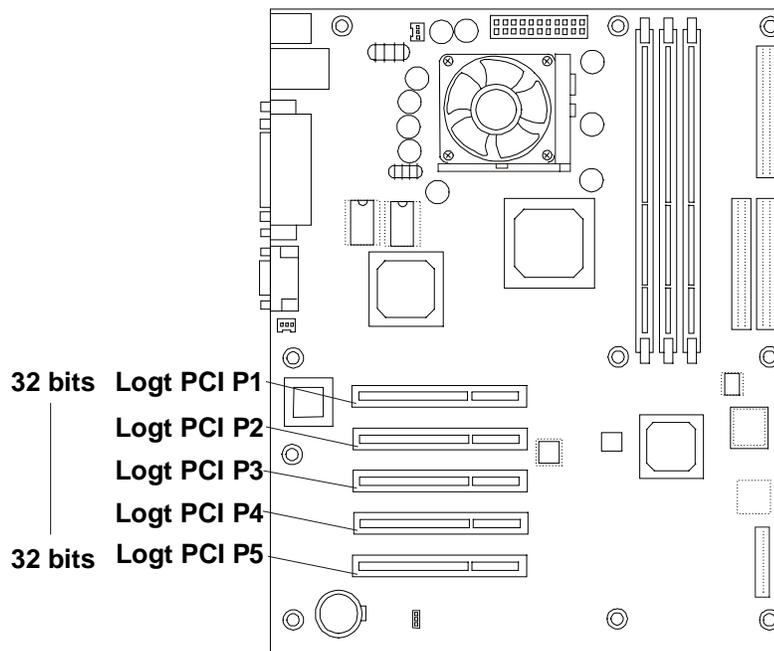

Figure 6-1. Logements pour cartes d'extension
Lorsque vous sélectionnez un logement PCI sur la carte système, tenez compte de l'ordre d'amorçage du Server (ordre dans lequel le BIOS recherche une unité d'amorçage). Si vous installez une carte devant se trouver parmi les premières unités d'amorçage, cet ordre est particulièrement important. La priorité d'amorçage de la carte d'extension est déterminée par l'emplacement qu'occupe son logement dans l'ordre d'amorçage. Reportez-vous à la figure 6-1.
Reportez-vous à la figure 6-1.
**REMARQUE** Reportez-vous à la section "Présentation de la carte système" de l'annexe A, "Spécifications", pour les connexions n'apparaissant pas dans la figure 6-1.